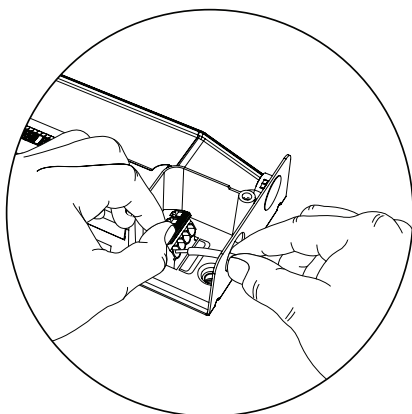

fig. 7
- Ouvrez les bornes appropriées en basculant les leviers orange en position « UP » (HAUTE) (voir la fig. 7).
- Effectuez les connexions sur la section « Power and Signal Out » (Alimentation et sortie de signal) en raccordant les bornes de la ligne, du neutre et de la terre appropriées. (Remarque : la longueur de dénudage des fils est de 12 mm [0,47 po].) Insérez les conducteurs appropriés du secteur (voir la fig. 7).